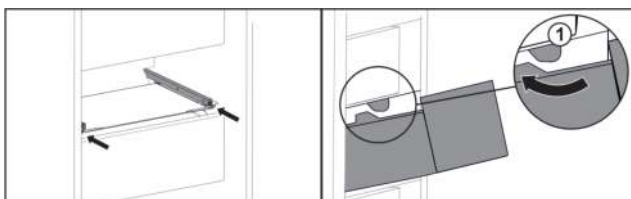

Fig. 80
- ▶ Schubfach um die Stopper Fig. 80 (1) herumführen.